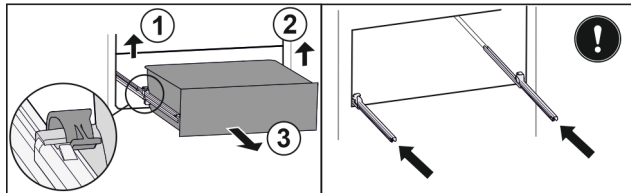

Fig. 119
- ▶ 提起左侧夹子，同时将抽屉左侧向前拉。 Fig. 119 (1)
- ▶ 提起右侧夹子，同时将抽屉右侧向前拉。 Fig. 119 (2)
- ▶ 朝前取出抽屉。 Fig. 119 (3)